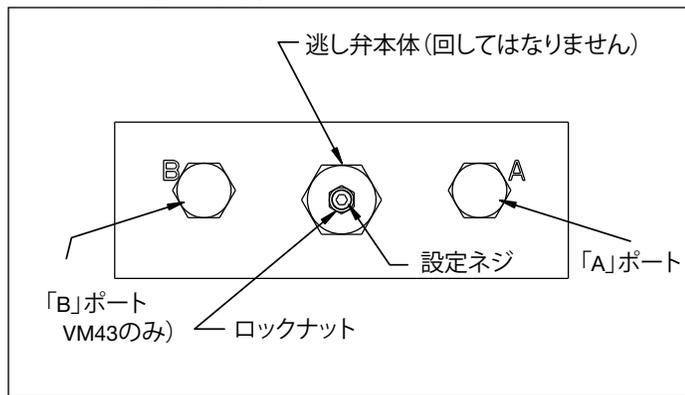

図12、逃し弁 - VM33M, VM43M
1. 「A」ポート (図12) に [0-1,035 バール] (0-15,000 psi) の圧力計を取り付けます